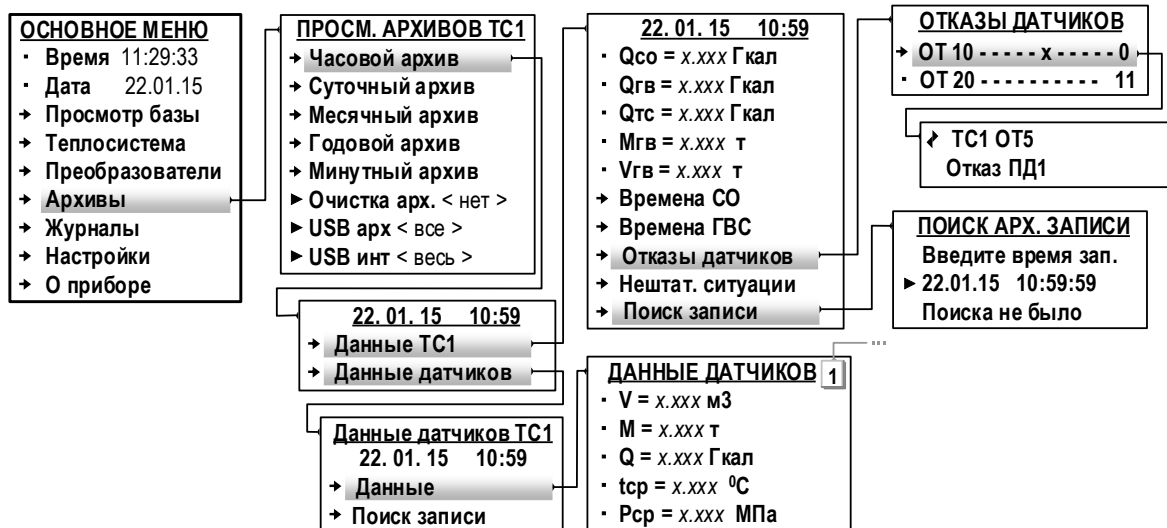

Рис.43. Вид окон индикации меню «Архивы» (режим СЕРВИС).
8.2.1. Результаты измерений и вычислений за определенный период времени работы тепловычислителя сохраняются во внутренних архивах (табл.3). Доступ ко всем архивным данным возможен только по интерфейсу. Доступ к основным архивным данным возможен из меню **Архивы**, вид которого показан на рис.43.
8.2.6. Для удобства просмотра архивных данных в ТВ предусмотрена функция **Поиск записи**. «Время записи», необходимое для начала поиска, вводятся в окне индикации **ПОИСК АРХ. ЗАПИСИ** (рис.43). В зависимости от вида просматриваемого архива параметру **Введите время зап.** (Введите время записи) необходимо назначить:
8.2.7. Очистка содержимого архивов выполняется в меню **Архивы** (рис.43) в режиме СЕРВИС. В окне индикации **ПРОСМ. АРХИВОВ ТС1 (ТС2)** для параметра **Очистка арх.** следует установить значение **да** и нажать